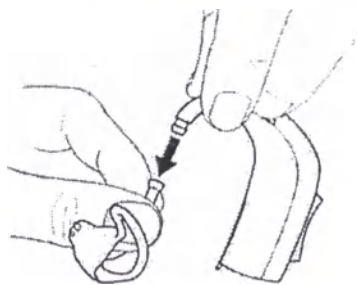

Рисунок 16 – Присоединение ушного вкладыша
- присоединить вкладыш к СА (рисунок 16).